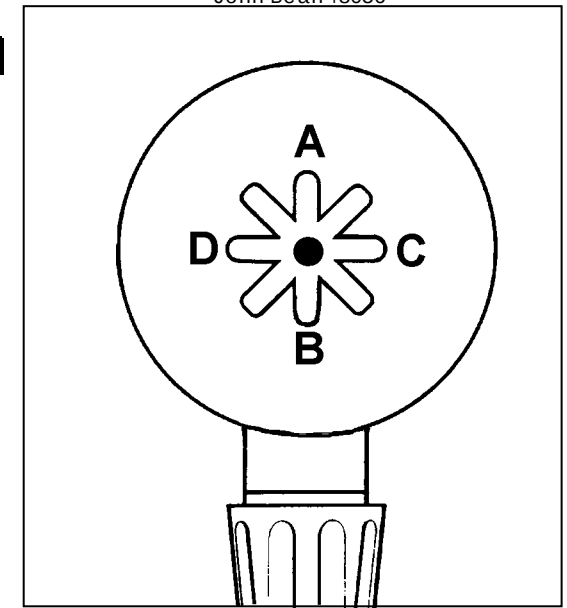

Fig.11
*Actionner le levier du manipulateur (Fig.11) en position **A** : le bras porte-arbre se déplace vers le haut. Actionner le levier (Fig. 11) en position **B** : le bras porte-arbre se déplace vers le bas.*
Den Steuerknüppel (Abb.11) in Position **A** bewegen: der Spannfutterarm fährt nach oben.
Den Knüppel (Abb.11) in Position **B** bewegen: der Spannfutterarm fährt nach unten.
Operate the control (Fig.11) to position **C**: the arm support moves to the right.
Operate the control (Fig.11) to position **D**: the carriage support moves to the left.